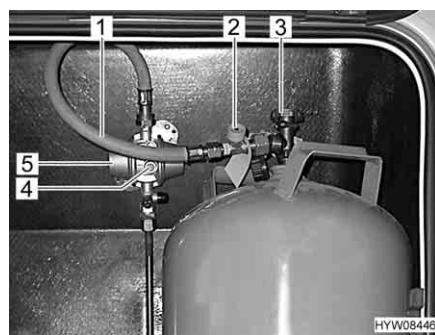

Fig. 67 Raccordo bombola del gas
- Chiudere la valvola principale di arresto (Fig. 67,3) della bombola del gas. Osservare la direzione della freccia.
- Svitare manualmente il tubo del gas (Fig. 67,1), dalla bombola del gas (filettatura sinistrorsa).
- Premere con forza il dispositivo antirottura della tubazione (Fig. 67,2) e tenerlo premuto per ca. 5 secondi.
- Premere con forza il pulsante verde (Fig. 67,4) del regolatore di pressione del gas (Fig. 67,5) e tenerlo premuto per ca. 5 secondi. La sorveglianza della pressione è attivata.